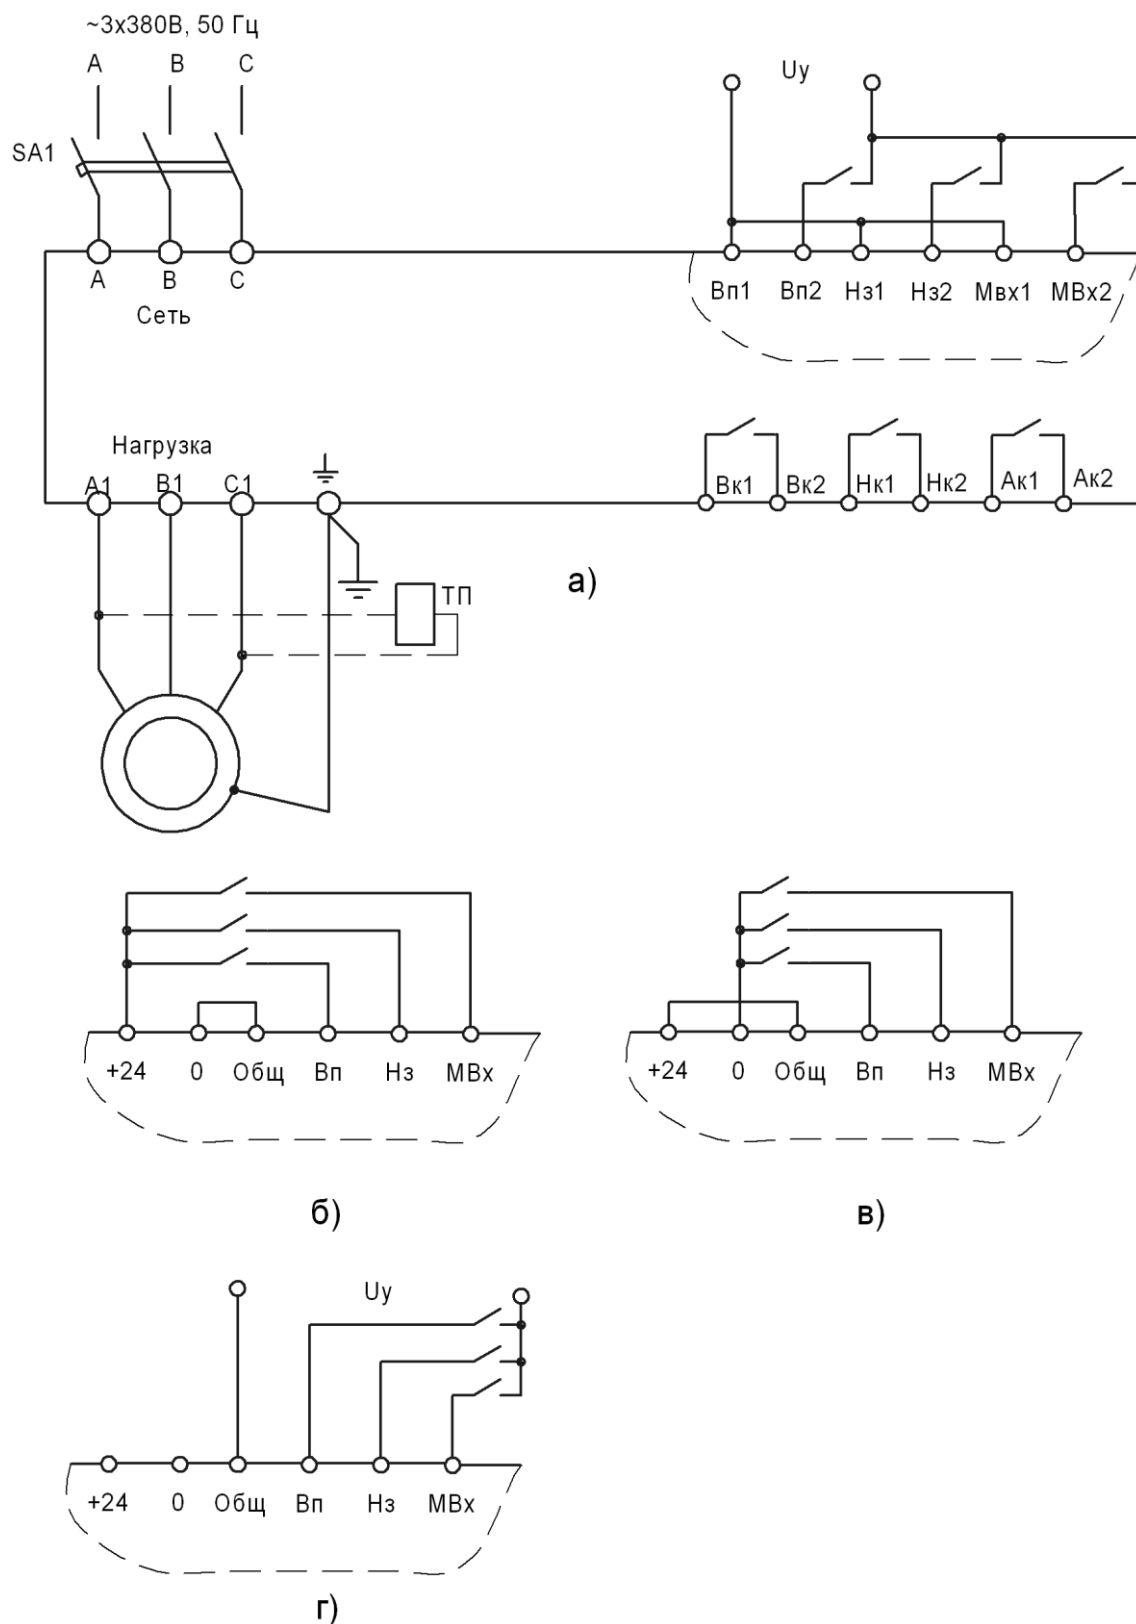

Рисунок 2 – Примеры схем подключения пускателя
1.3.4 В модификации БСТ-ххР/хх-30Д входы «Вп», «Нз» и «Мвх» имеют один общий провод (рис.1, а). Встроенный источник питания 24В (200 мА) предназначен для подачи напряжения на входы управления и для питания внешних цепей. Входы являются двунаправленными, поэтому управление может осуществляться подачей на входы положительного (+24В) или отрицательного (0В) напряжения (см. рис. 2 б,в). Источник питания 24В гальванически изолирован от сетевого напряжения и напряжения внутренних цепей, а также имеет защиту от короткого замыкания и перегрузки